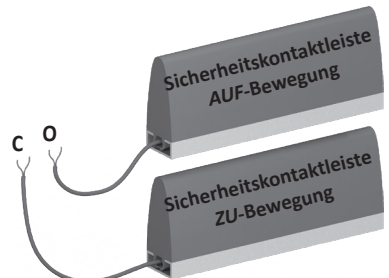

Bild 1: Verschaltung am Spulenkern
7.1 Anschluss am Spulenkern SPK 54 (Bild 1)